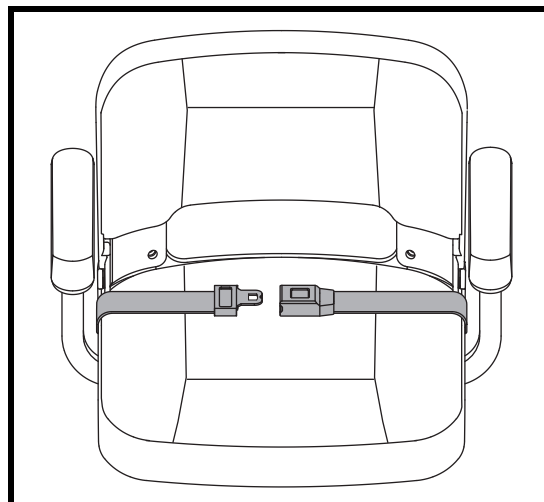

Figura 22. Cinture di sicurezza - Cintura di sicurezza con aggancio metallico
1. Inserire il gancio metallico del lato destro della cintura nella chiusura di plastica al lato opposto spingendo fino a sentire un "click". **Vedere figura 22.**